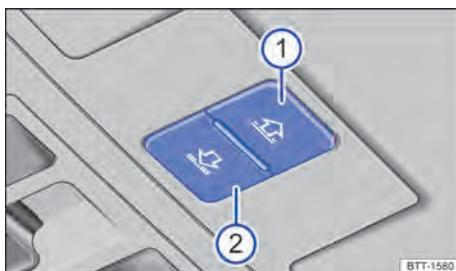

Fig. 81 No revestimento interno do teto: teclas para comandar a cortina de proteção solar.
Os botões → Fig. 81 ① e ② têm dois níveis. Ao pressionar os botões até o primeiro nível, é possível abrir ou fechar a cortina de proteção solar total ou parcialmente.
- Antes que transcorram cerca de 5 segundos desde a ativação do limitador de força, pressione o botão → **Fig. 81** ② até que a cortina seja fechada completamente.